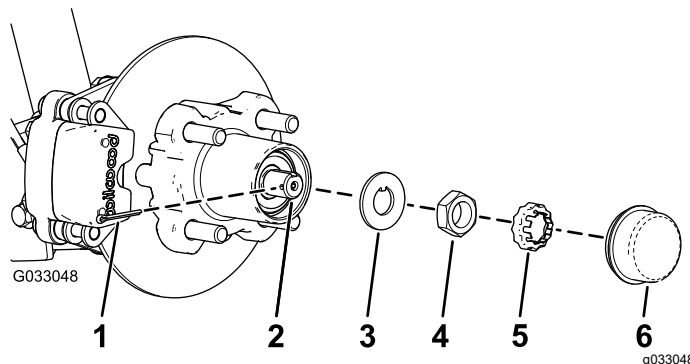
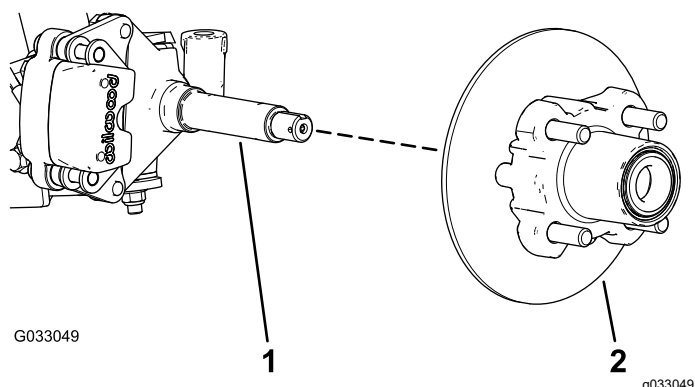

Рисунок 28
Рисунок 29
4. Снимите пылезащитную крышку со ступицы (Рисунок 28).
5. Снимите шплинт и держатель гайки с оси и гайки оси (Рисунок 28).
6. Снимите гайку оси с оси и отделите ступицу и тормозной диск в сборе от оси (Рисунок 28 и Рисунок 29).